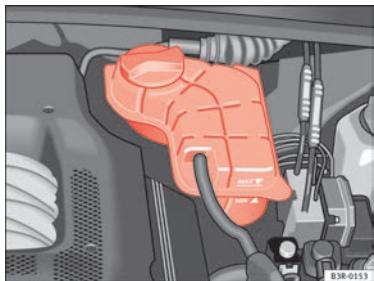

Abb. 171 Motorraum:
- Lesen Sie den Kühlmittelstand an dem Kühlmittel-Ausgleichsbehälter ⇒ Abb. 171 ab. Er muss bei kaltem Motor zwischen den Markierungen „min“ und „max“ liegen. Bei warmem Motor kann er auch etwas über der Markierung „max“ liegen.
- Legen Sie einen Lappen auf den Deckel des Kühlmittel-Ausgleichsbehälters ⇒ Abb. 171 und schrauben Sie den Deckel **vorsichtig** linksherum ab ⇒ ⚠.